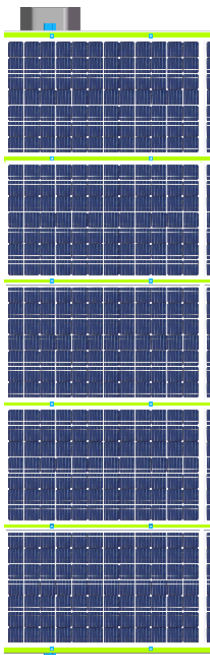

图7
d.重复以上步骤，将第一列的太阳能电池板按照规划尺寸安装。(图7)